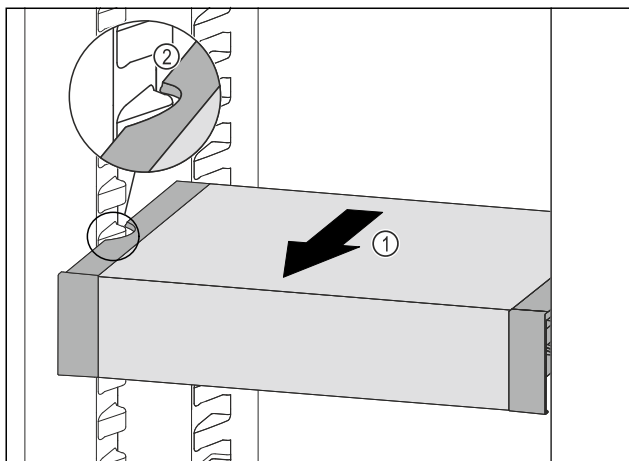

Fig. 68
- Táhněte VarioSafe dopředu Fig. 68 (1), dokud nebudou boční vybrání VarioSafe na úrovni žebrování na nádoby v chladničce. Fig. 68 (2)